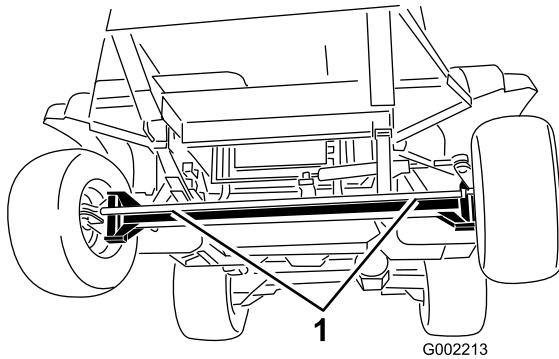

**Figure 25**
1. Tournez la vanne de remorquage (Figure 25) de 90° dans un sens ou dans l'autre pour l'ouvrir.